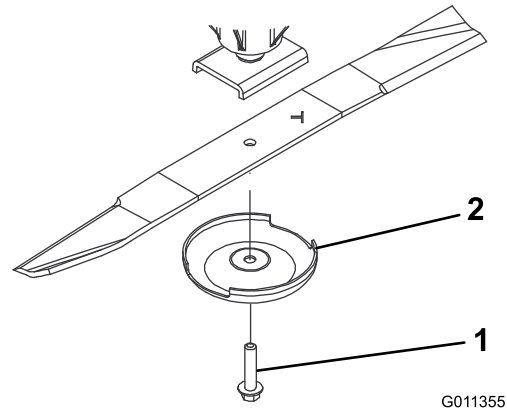

Figure 98
- Enlevez le boulon, la coupelle de protection et la lame de l'axe de pivot (Figure 98).